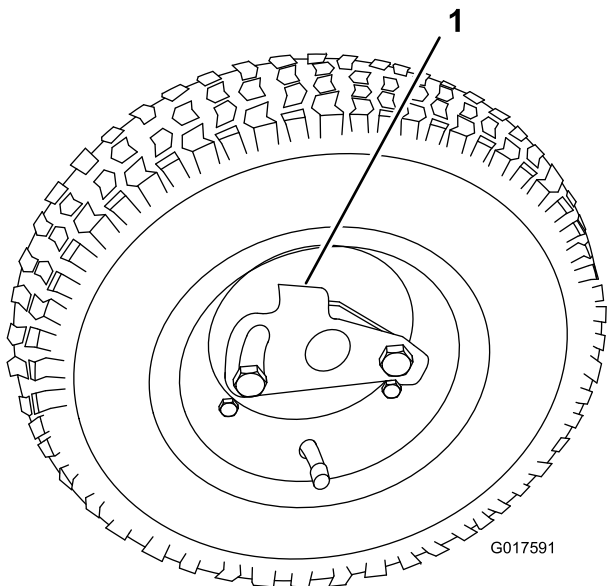

图8
3. 转动行走轮锁定夹使其离开轮的中心将行走轮滑动到轴上图8。